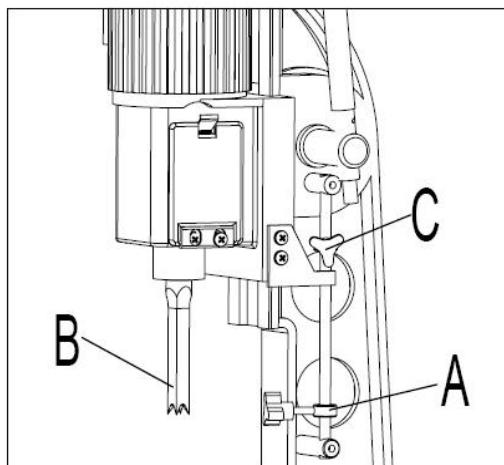

Fig. 6
Un guide de butée de profondeur (A) Fig. 6, est fourni pour limiter la profondeur du ciseau (B). Pour régler le guide de butée de profondeur (A), desserrez la poignée (C) et abaissez la tête jusqu'à ce que le ciseau (B) soit à la profondeur souhaitée. Abaissez le guide de butée de profondeur (A) jusqu'à ce qu'il soit à la profondeur souhaitée, serrez la poignée (C).